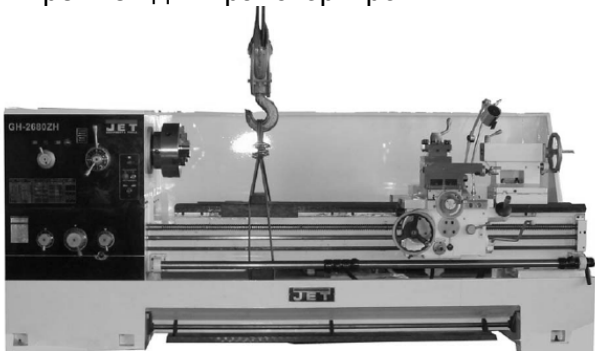

Рис. 3
Рис.3а
**ВНИМАНИЕ: В транспортном положении продольный суппорт станка зафиксирован винтом! При подготовке станка к работе необходимо отвернуть фиксирующий винт (Рис.3а), во избежание повреждения шестерен.**